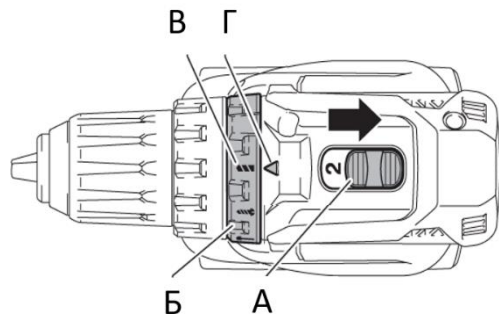

РИСУНОК 2.3.5. РАБОТА ШУРУПОВЕРТА В РЕЖИМЕ СВЕРЛЕНИЯ.
1. Переведите переключатель скорости «А» (рисунок 2.3.5.) на отметку 2.
2. Отрегулируйте кольцо выбора режима «В» (рисунок 2.3.5.) на отметку «сверление».
2. Установите переключатель «В» (рисунок 2.3.5.) на символ «ударное сверление».
здоровью делайте перерывы в работе и ограничивайте общее время работы с изделием. Для предотвращения соскальзывания устанавливайте электроинструмент на винт или гайку только в выключенном состоянии. После продолжительной работы с низким числом оборотов электроинструмент следует включить приблизительно на 3 минуты на максимальное число оборотов на холостом ходу для охлаждения. Для выполнения отверстий в настенной плитке установите переключатель «В» (рисунок 2.3.5.) на символ «сверление». Просверлив плитку, переведите переключатель «В» на символ «ударное сверление» и работайте с ударом. Для работ в бетоне, каменной породе и кирпичной кладке применяйте твердосплавные сверла. Для выполнения отверстий в металле применяйте сверла из быстрорежущей стали повышенной прочности. Чтобы предотвратить скольжение сверла в начальный момент, с помощью кернера и молотка наметьте в нужном месте углубление, и затем приступайте к сверлению. При сверлении в дереве применяйте сверла, снабженные направляющим винтом, который упрощает сверление, удерживая сверло в обрабатываемой детали. Для сверления древесины наилучший результат достигается при сверлении специальными сверлами по дереву.